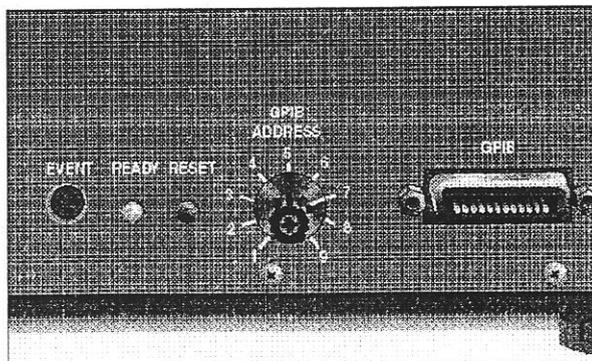

Abbildung 1.5 — Adreßwahlschalter (hier auf GPIB-Adresse 7 eingestellt)
4. Stellen Sie am Adreßwahlschalter des Moduls (s. Abbildung 1.5) eine GPIB-Adresse zwischen 1 und 9 ein, die von keinem anderen Gerät in Ihrem TA-System benutzt wird.